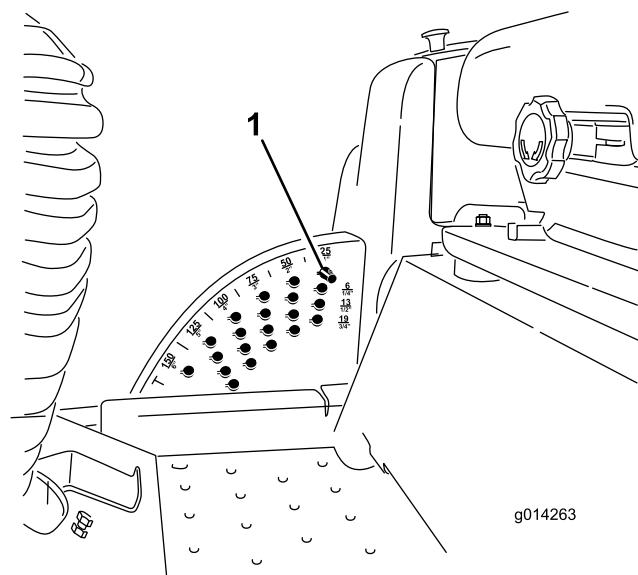

Bild 6
1. Ziehen Sie den Mähwerkhubhebel bei laufendem Motor zurück, bis das Mähwerk ganz angehoben ist, und lassen Sie den **Hebel sofort los** (Bild 6).
2. Drehen Sie zum Einstellen den Anschlagsstift so lange, bis die Linien am Spannstift mit den Schlitten in den Löchern in der Schnitthöhenhalterung ausgerichtet sind. Nehmen Sie ihn dann ab (Bild 6).
3. Wählen Sie ein Loch in der Schnitthöhenhalterung, das der gewünschten Schnitthöhe entspricht, stecken Sie den Stift ein und drehen Sie ihn ein, um ihn zu arretieren (Bild 6).
Hinweis: Es gibt vier Reihen der Lochpositionen (Bild 6). Die oberste Reihe ergibt die Schnitthöhe, die über dem Stift steht. Die zweite Reihe ergibt die Schnitthöhe plus 6 mm. Die dritte Reihe ergibt die Schnitthöhe plus 12 mm. Die unterste Reihe ergibt die Schnitthöhe plus 18 mm. Für die Stellung von 15,8 cm gibt es nur ein Loch, das in der zweiten